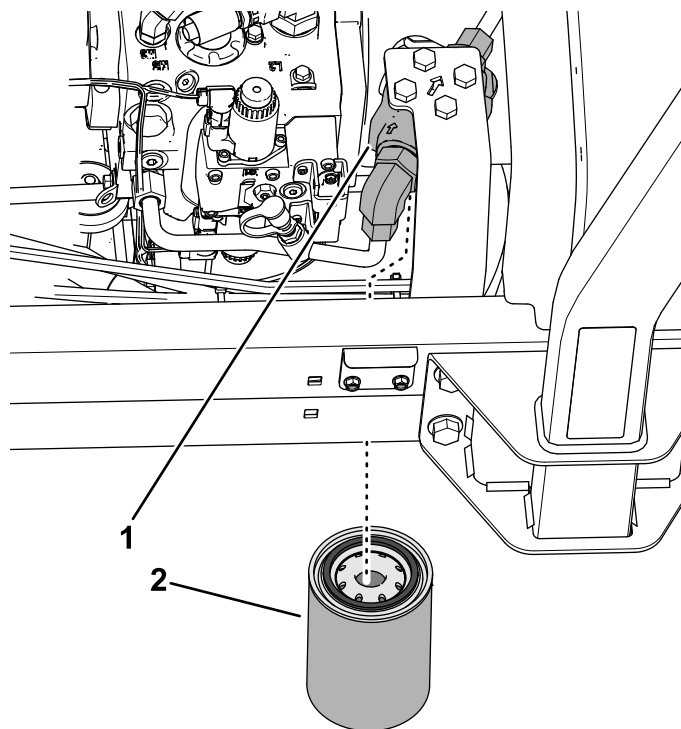

Figura 117
3. En el lado izquierdo de la máquina, coloque un recipiente de vaciado debajo del filtro hidráulico (Figura 117).